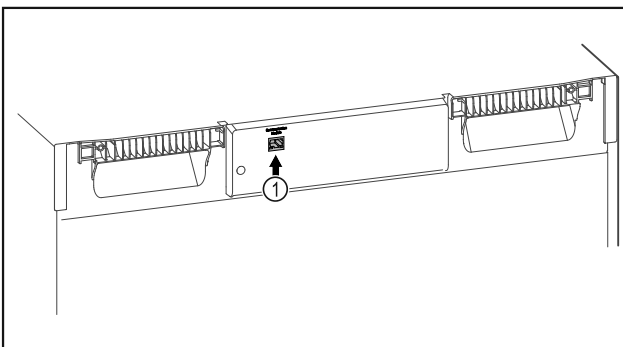

Fig. 110
- El SmartModule Fig. 110 (1) está colocado.